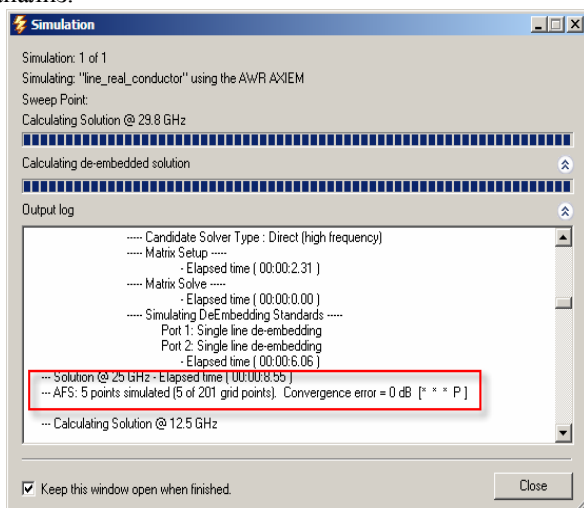

Рис. 7.29
- **Tol (dB)**. Эта опция задаёт допуск на погрешность интерполяции в дБ. Если значение **Tol (dB)** не велико, частотных точек, в которых выполняется анализ, будет меньше и, соответственно, время анализа уменьшится, но точность будет хуже. Кроме того, если этот допуск слишком мал, AFS может иметь “ложную сходимость”. Устанавливать этот допуск меньше 5 дБ не рекомендуется. В процессе выполнения анализа можно наблюдать процесс сходимости AFS в окне хода процесса **Simulation**. Сначала AFS должен выполнить анализ в пяти точках, после чего в этом окне появляется сообщение, подобное рис. 7.29.